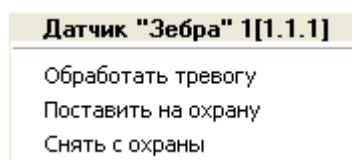

Рис. 4.2—1 Функциональное меню объекта Датчик «Зебра»
- Перейти на панель настроек объекта **Фортеза СОМ-порт** (Рис. 4.2—1).
- Указать диапазон аппаратных адресов подключенного оборудования с помощью кнопок **вверх-вниз** в полях **С** и **По** (см. Рис. 4.2—1, 1).
- Нажать на кнопку **Поиск устройств** (см. Рис. 4.2—1, 2).
Управление датчиками *Зебра* и *Фортиза* осуществляется в интерактивном окне **Карта** с использованием функционального меню объектов **Датчик «Зебра»** и **Датчик «Фортиза»** соответственно (Таб. 4.2—1, Рис. 4.2—1).